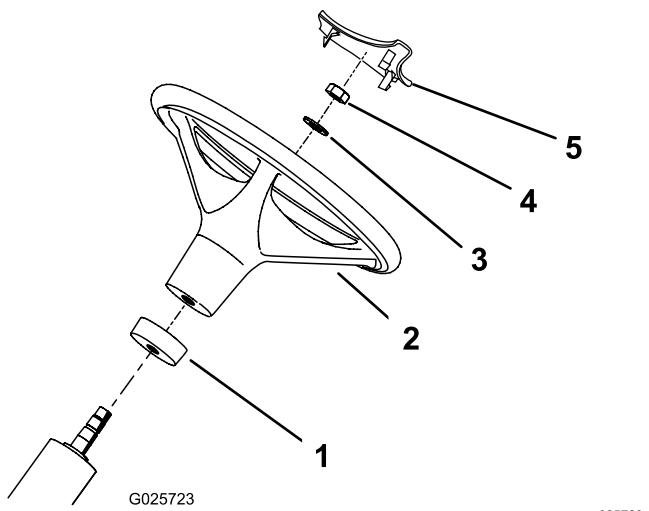

Bild 3
2. Schieben Sie den Schaumkragen auf die Lenkrolle (Bild 3).
3. Schieben Sie das Lenkrad auf die Lenkrolle (Bild 3).
4. Befestigen Sie das Lenkrad mit einer Scheibe und Sicherungsmutter an der Lenkrolle (Bild 3).
6. Drücken Sie die Abdeckung für das Lenkrad in der richtigen Position auf das Lenkrad (Bild 3).